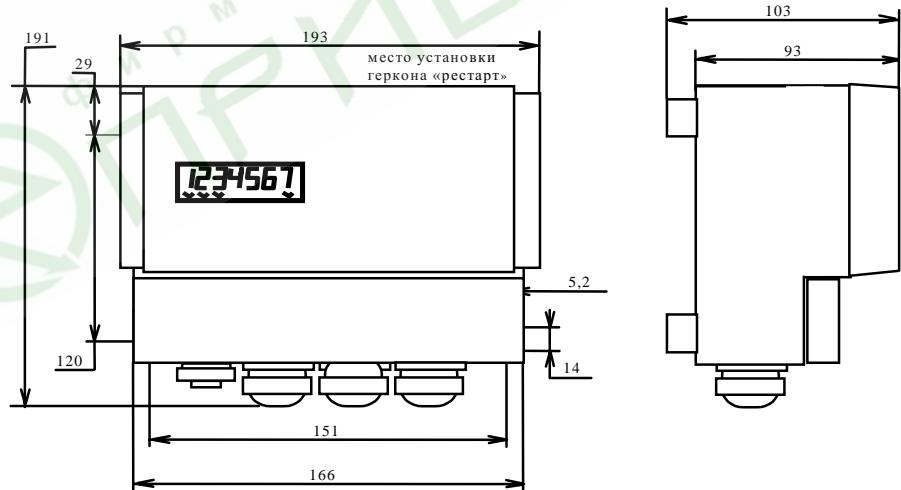
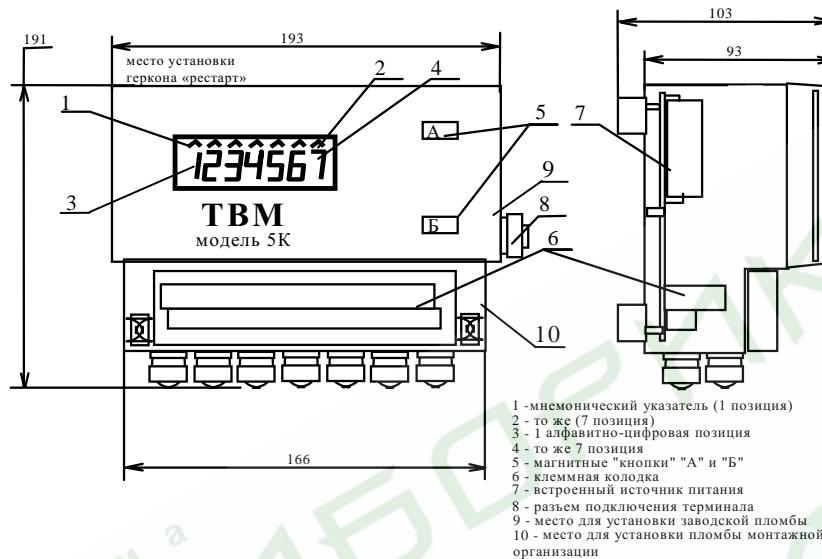
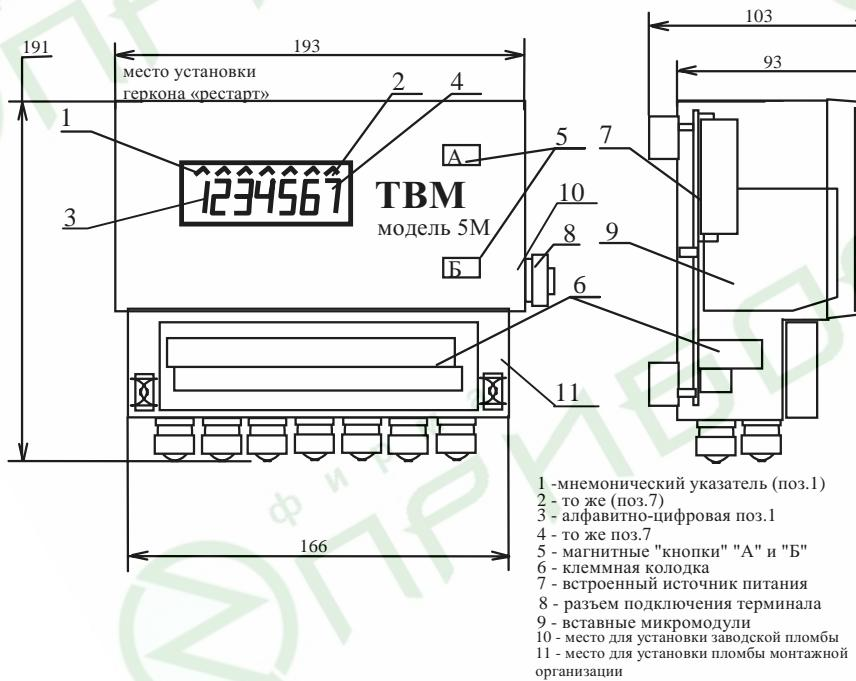

Рис.1.Конструкция ТВМ исполнения ТВМ3.
Рис.2.Конструкция ТВМ исполнения ТВМ5, модель 5К.
Рис.3.Конструкция ТВМ исполнения ТВМ5, модель 5М.
Конструкция ТВМ исполнения ТВМ3 показана на рис.1, ТВМ5 модели 5К - на рис.2, ТВМ5 модели 5М - на рис.3.
7.2.1. На лицевой панели ТВМ расположены (см. рис.1, 2, 3) следующие органы управления и индикации: